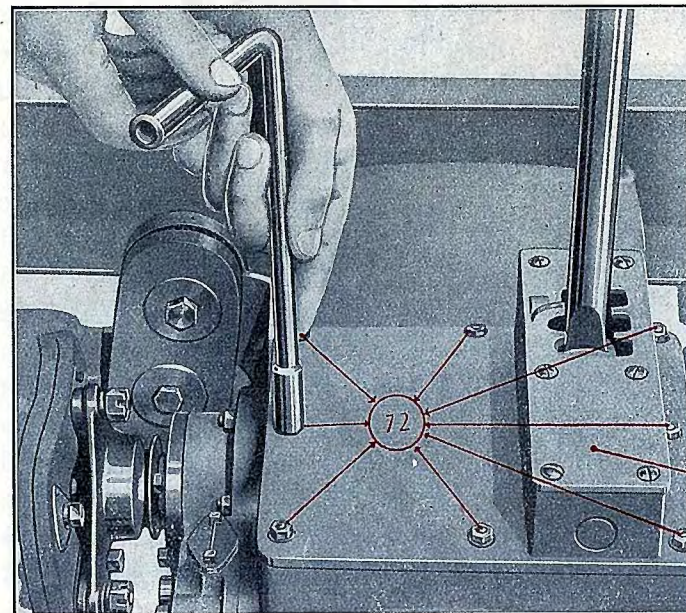
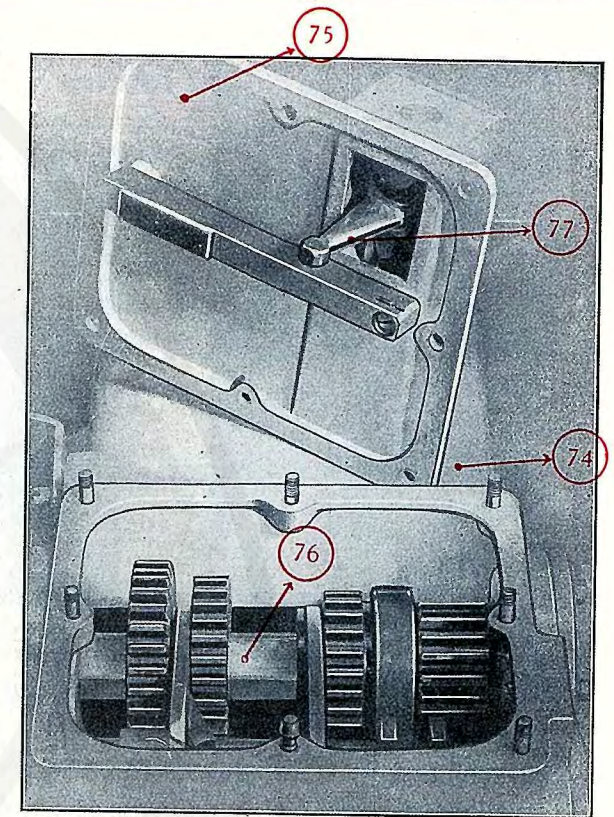

FIG. 16
FIG. 17
résistance à l'usure. Le carter de la boîte est d'une seule pièce (74) sur laquelle vient s'ajuster un couvercle (75), sur celui-ci se trouve monté le levier de commande et la grille (73) des différentes vitesses. Pour vérifier le graissage de la boîte il suffit de desserrer tous les écrous (72) qui fixent le couvercle (fig. 16), ce qui permet de le sortir complètement (fig. 17). Le niveau du lubrifiant doit arriver à toucher la partie inférieure de l'arbre (76) ainsi qu'il est indiqué sur